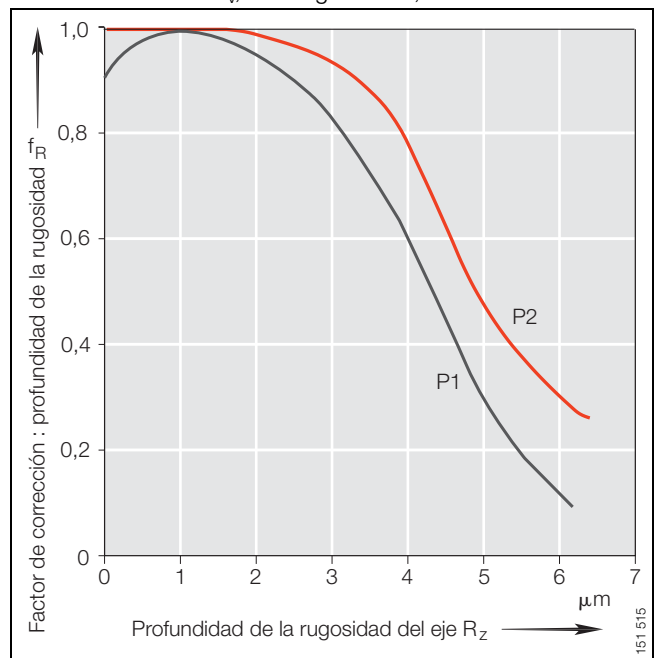

Figura 7 · Factor de corrección: rugosidad  $f_R$ , Permaglide® P1, P2
Factor de corrección: rugosidad, figura 7, página 15
- Factor de corrección: rugosidad  $f_R$ , figura 7, página 15